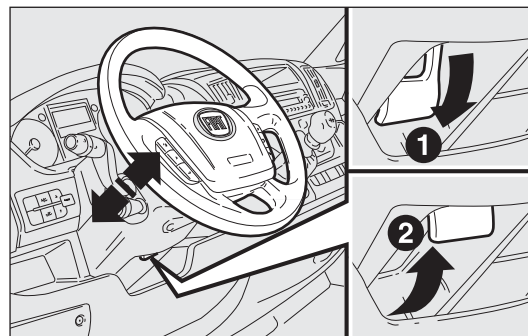

fig. 37
- ☐ desbloquee la palanca fig. 37 tirando de ella hacia el volante (posición 2);